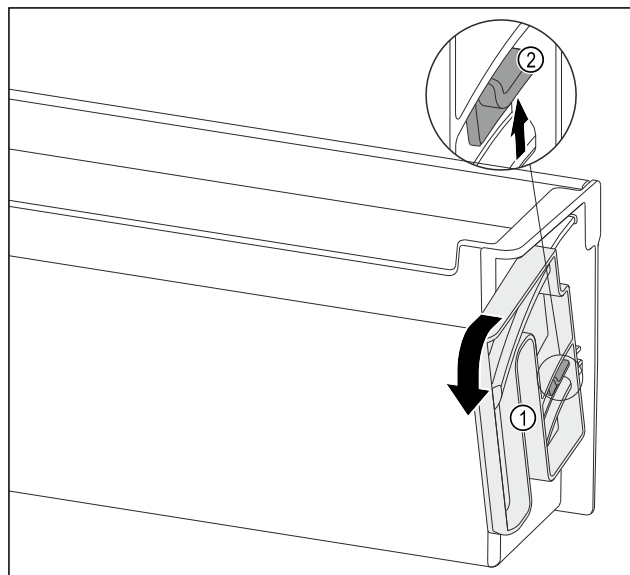

Fig. 94
- Okrenite okretnu jedinicu Fig. 94 (1) u navedenom smjeru sve do graničnika.
- Pritisnite jezičac Fig. 94 (2) prema gore i oprezno izvucite okretnu jedinicu Fig. 94 (1).